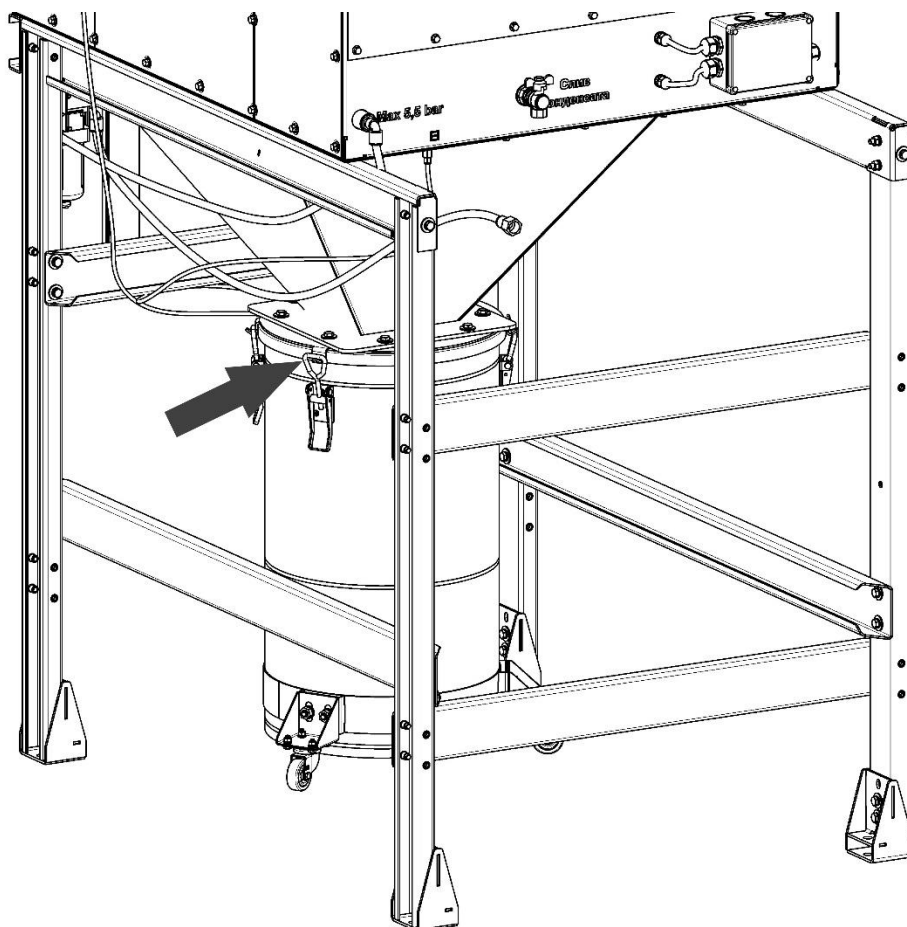

Рисунок 15
5.8.1 Проверить крепление пылесборника на выходном отверстии бункера выгрузки пыли (рисунок 15).